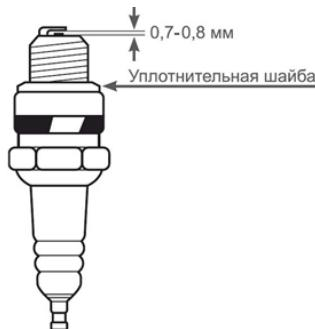

Рис. 20 Обслуживание свечи зажигания
4. Измерьте зазор между электродами свечи зажигания специальным щупом. Зазор должен быть $0,7\text{--}0,8$ мм (Рис. 20). При увеличении или уменьшении требуемого зазора, рекомендуется заменить свечу, так как регулировка зазора может привести к изменению качества искрообразования.